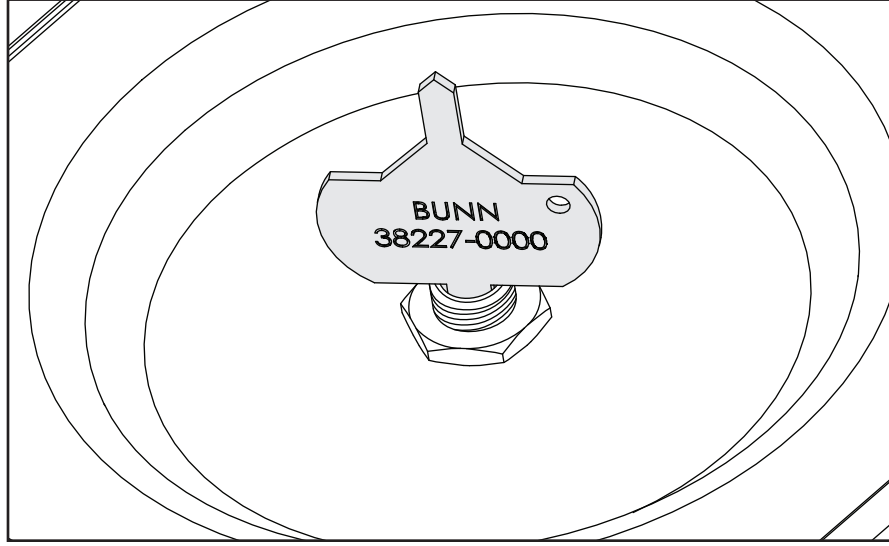

FIGURE 2
3. Insérez la partie longue de l'outil de nettoyage dans le raccord et faites-le tourner plusieurs fois pour en retirer tous les dépôts en minéraux (voir la figure 2).